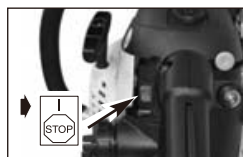

Рисунок 9A
1. Переместите выключатель в положение «ВКЛ.» – «I» (рис. 9A).